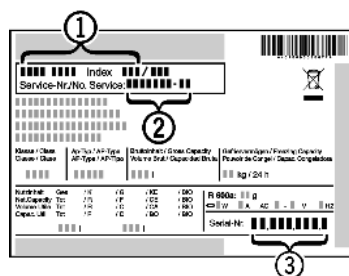

Fig. 14
- Označení přístroje Fig. 14 (1), servisní číslo Fig. 14 (2) a sériové číslo Fig. 14 (3) naleznete na typovém štítku. Identifikační typový štítek je umístěn na levé vnitřní stěně přístroje.
- Informujte zákaznický servis a sdělte poruchu, označení přístroje Fig. 14 (1), servisní číslo Fig. 14 (2) a sériové číslo Fig. 14 (3).